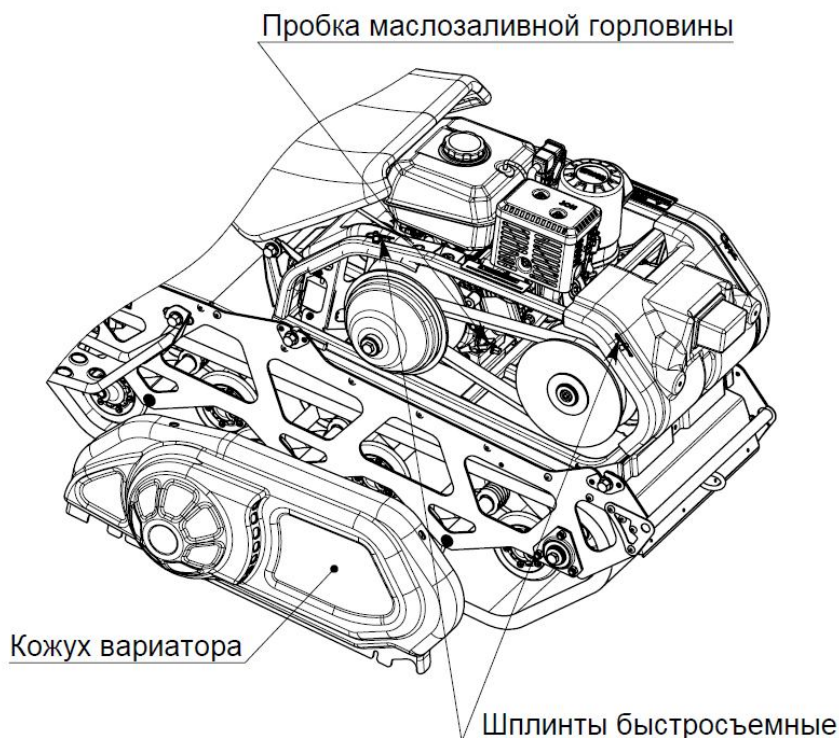

Рисунок 9 - Демонтаж кожуха вариатора
1. снять пластиковый кожух вариатора, вынув быстросъемные шплинты из фиксаторов (рисунок 9);